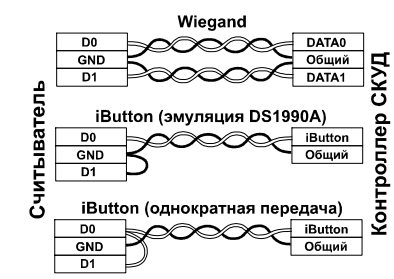

Рис. 5
- 5) Закройте отверстия на считывателе заглушками из комплекта (рис.2). Не устанавливайте считыватели на расстоянии ближе 10 см друг от друга! При подключении считывателя к контроллеру для защиты от помех рекомендуется использовать кабели с витой парой (рис.5) (например, UTP CAT5e).
- 2) При внесении в поле действия считывателя брелока происходит чтение идентификационного номера, при этом светодиод кратковременно меняет свое свечение на зеленый цвет и после этого гаснет, одновременно выдает короткий звуковой сигнал зуммера. Считанный идентификационный номер передается в контроллер по протоколу iButton (Dallas Touch Memory) или Wiegand-26 (заводские настройки) в зависимости от выбора протокола передачи (см. рис. 5).
5.1 Выбор выходного протокола Wiegand или iButton (TM)
В режиме "Auto" (Таблица 1 пункт 1.1), выбор протокола iButton (TM) осуществляется замыканием DATA1 на GND. Передача TM осуществляется по DATA0. (См. Рис. 5).